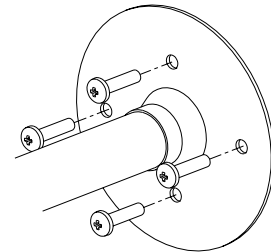

図 8-1 取付足固定方法
(1) カメラ取付足 (別売) を据付場所にネジ (4本) で確実に固定します。(図 8-1)